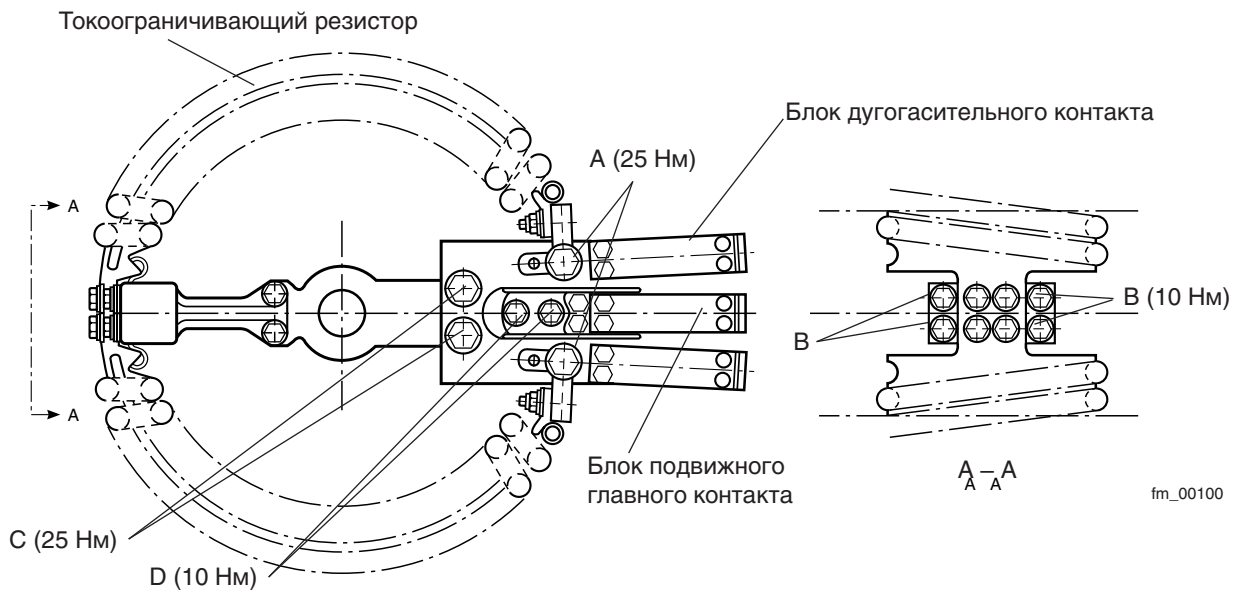

Рис. 14. Токоограничивающий резистор и дугогасительные контакты
Сначала необходимо демонтировать токоограничивающие резисторы, ослабив 2 болта (А) (рис. 14). Также выверните 4 болта (В) на другом конце контактного рычага. Затем выверните 2 болта (С) и демонтируйте весь блок дугогасительного контакта в сборе. Чтобы облегчить демонтаж, можно отгибать блок при помощи отвертки. Для демонтажа блока главного контакта требуется вывернуть 2 болта (D).
После этого установите новый блок главного контакта и блок дугогасительного контакта. Установите главный контакт и закрепите его двумя винтами (D). Правильное позиционирование дугогасительного контакта достигается посредством направления цилиндрических штифтов и крепления контакта двумя болтами (С). Установите токоограничивающие резисторы и закрепите их сначала четырьмя винтами (В), а затем двумя винтами (А). Все болты следует затягивать с моментом, указанным на рис. 14. Использовать динамометрический ключ необязательно. Указанные моменты затяжки (в скобках) представляют собой исключительно ориентировочные величины.